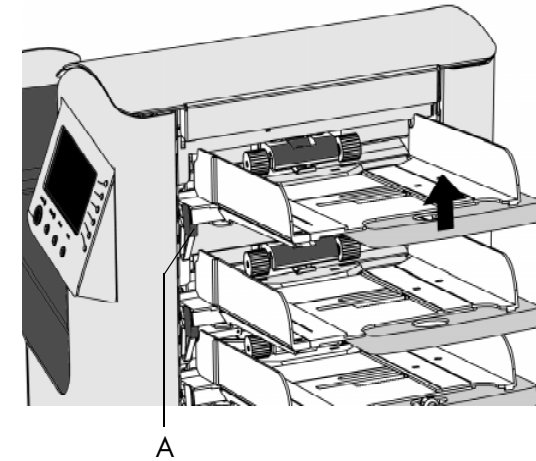

Abb. 13
- Hebel "A" (Abb. 13) nach unten drücken.